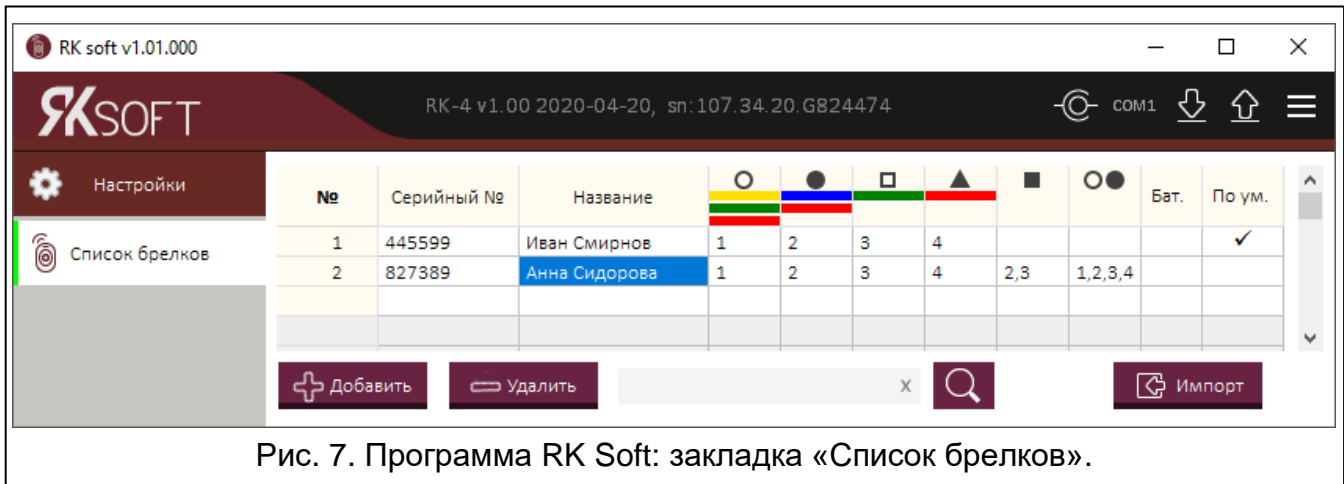

Рис. 7. Программа RK Soft: закладка «Список брелков».
**Кнопки брелка** – для каждой кнопки (сочетания кнопок) можно ввести номер выхода, которым она должна управлять. Одной кнопке можно приписать до 4 выходов (см. рис. 7). Символы соответствуют кнопкам брелков MPT-300 и MPT-350. Цвета в верхнем ряду (с желтого по красный) соответствуют кнопкам брелков Т-4. Цвета в среднем ряду (зеленый и красный) соответствуют кнопкам брелков Т-2. Красный цвет в нижнем ряду соответствует кнопке брелка Т-1. Цвет подсветки поля изменяется при нажатии кнопки брелка: